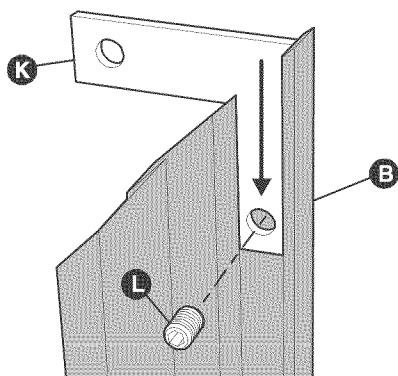

Figure 4
- Fixez les supports (K) sur le bord incliné de chaque garniture latérale (B et C). Fixez les supports à la garniture latérale en serrant doucement les vis de réglage (L), juste assez pour éviter qu'elles ne s'enfoncent dans la surface de la cornière. **NE SERREZ PAS TROP**. Reportez-vous à la figure 4.